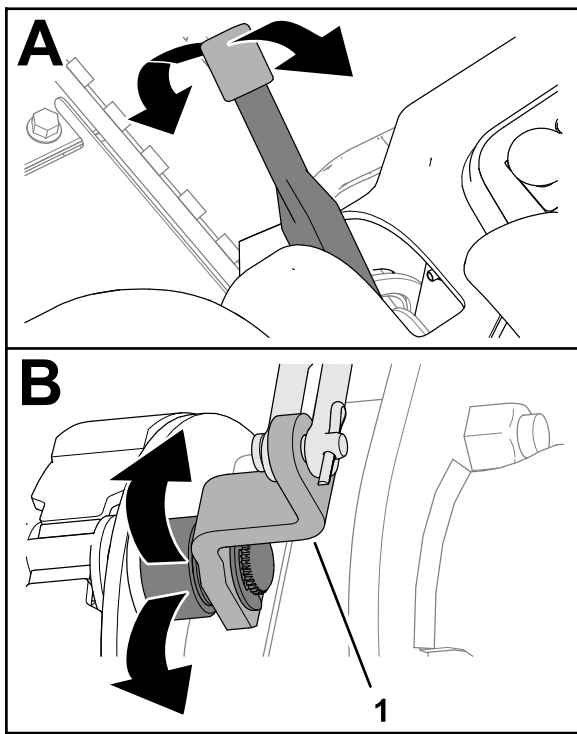

Figure 83
2. Levez ou abaissez le levier du frein de stationnement pour vérifier que le levier du levier de came du frein peut bouger librement (Figure 83).